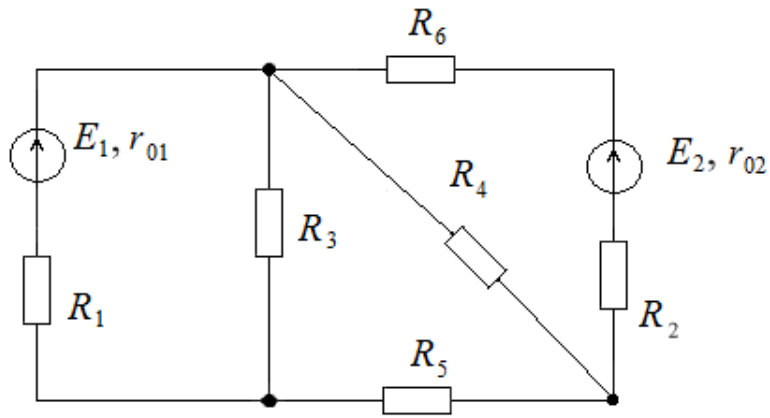

Рис. 112
45. Методом наложения определить все токи для электрической цепи (рис. 112), если $E_1 = 40$ В; $E_2 = 20$ В; $R_1 = 33$ Ом; $R_2 = 49$ Ом; $R_3 = 25$ Ом; $R_4 = 40$ Ом; $R_5 = 15$ Ом; $R_6 = 60$ Ом; $r_{01} = 2$ Ом; $r_{02} = 1$ Ом.